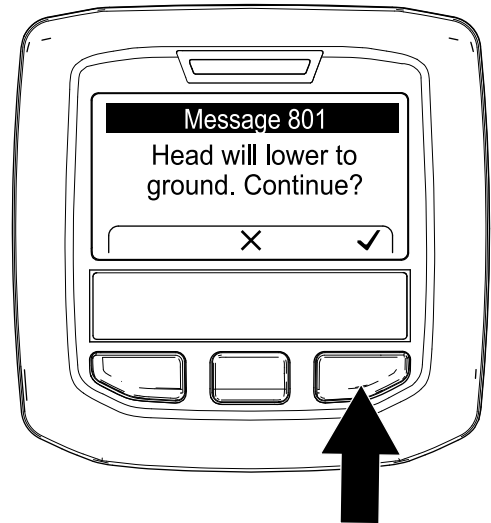

Bild 115
4. Drücken Sie auf dem Bildschirm „Aerifizierkopf wird abgesenkt“ (Bild 115) die rechte InfoCenter-Taste.